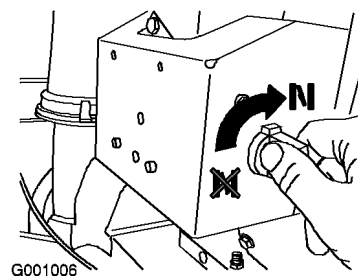

Bild 21
4. Drehen Sie den Choke auf die Ein-Stellung (Bild 21).